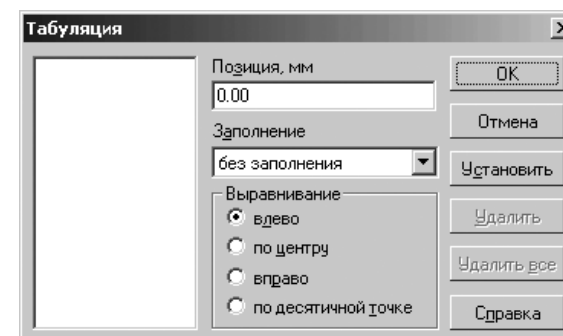

Рис. 10.15. Диалоговое окно **Табуляция**
- кнопка **Табуляция** для вызова диалогового окна **Табуляция** для настройки параметров табуляции, показанное на рис. 10.15.